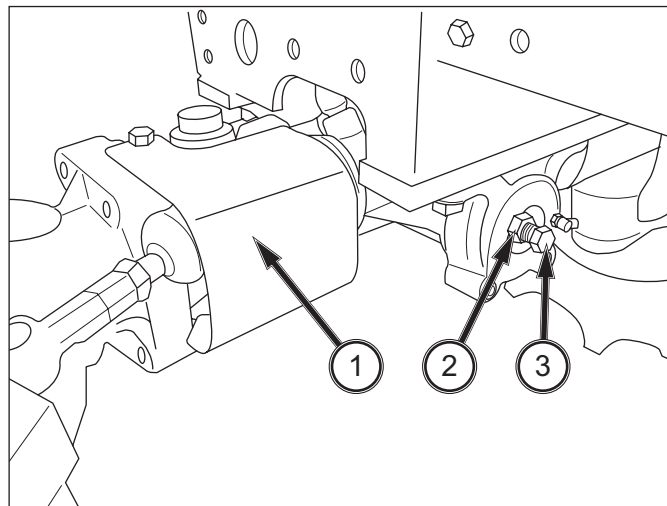

ABB. 157
ABB. 157: Das Längsspiel der Vorderachse (1) in ihrer Halterung darf 0,1 bis 0,3 mm betragen. Das Längsspiel wird bei angehobener Achse gemessen. Die Sicherungsmutter (2) lösen und die Einstellschraube (3) so einstellen, dass das Spiel stimmt. Die Sicherungsmutter festziehen.